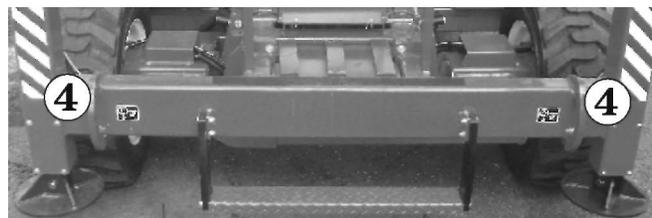

Abbildung 10.8 - Verzurrlaschen
Bringen Sie an den vorderen und hinteren Verzurrlaschen ④ immer Ketten an (siehe Abbildung 10.8 und 10.9).